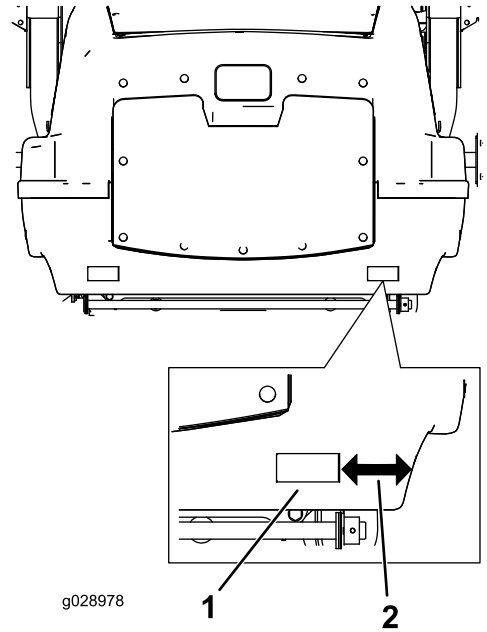

Figura 26
6. Aplique los reflectores adhesivos en el capó colocando el borde exterior del reflector a 10 - 15 cm (4 - 6 pulgadas) del borde del capó (Figura 26).